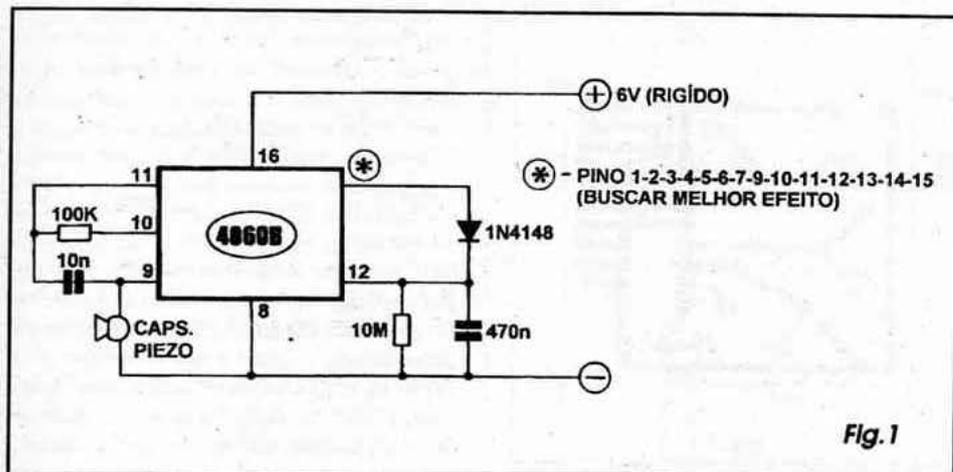

Fig. 1
- FIG. 1 - DIAGRAMA ESQUEMÁTICO DO CIRCUITO - O integrado C.MOS (família digital já estudada em aulas específicas, anteriormente no nosso Curso...) 4060 é um componente muito *gostoso* de se trabalhar com ele, a nível de projeto e também de experimentação, devido à sua grande versatilidade: basicamente contém uma série de divisores por 2 (contadores, biestáveis...), *enfileirados*, a saída de cada um ligada à entrada do seguinte (e também com a maioria das saídas externamente acessível, para aproveitamentos ou comandos *fora* do integra-